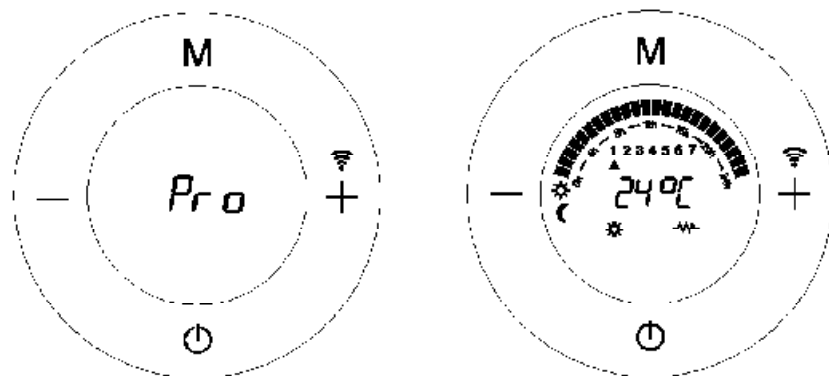

Fig. 12
Prima  **(Fig. 9)** para ativar o aquecedor e um destes ecrãs irá surgir num dos quatro modos abaixo. **(Fig. 10, Fig. 11, Fig. 12)**
3. Modo Programação: (Fig. 12)